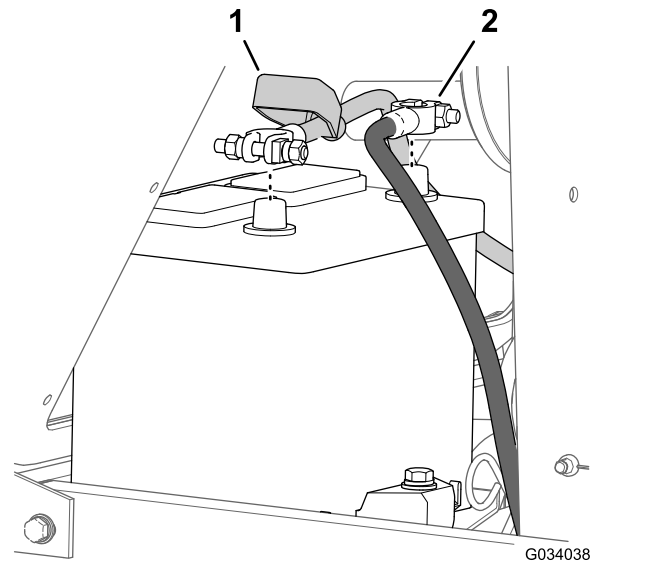

Bild 54
2. Klemmen Sie das Minuskabel (-) vom Batteriepol ab (Bild 54).
3. Schieben Sie die Isolationskappe von der Kabelklemme der Batterie weg (Bild 54).
4. Klemmen Sie das Pluskabel (+) vom Batteriepol ab (Bild 54).
7. Schließen Sie das Pluskabel (+) am Pluspol der Batterie (Bild 54).
8. Schließen Sie das Minuskabel (-) am Minuspol (-) der Batterie an (Bild 54).